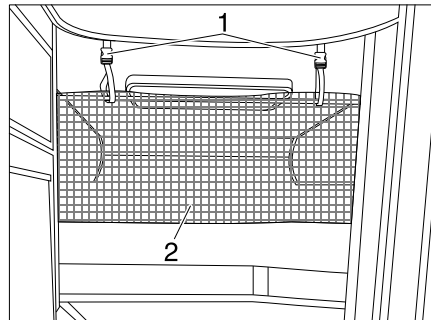

Bild 165 Sicherungsnetz
Das Sicherungsnetz (Bild 165,2) ist serienmäßig zwischen Matratze und Lattenrost verstaut. Das Sicherungsnetz erst aufspannen, wenn sich die Person bereits im Bett befindet.
- Die Haltebänder (Bild 165,1) in die Halterungen an der Decke einrasten.
Sicherungsnetz Das Sicherungsnetz (Bild 165,2) ist serienmäßig zwischen Matratze und Lattenrost verstaut. Das Sicherungsnetz erst aufspannen, wenn sich die Person bereits im Bett befindet.